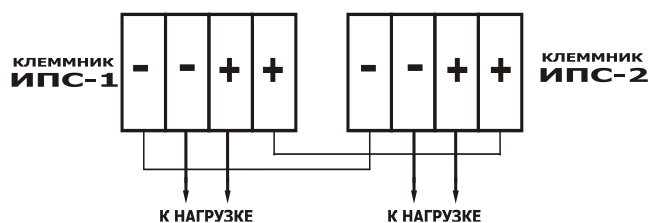

Рис.3
5.10. ИПС допускают включение на параллельную работу (см. рис.3). При этом будет обеспечиваться селективная дистанционная сигнализация ИПС, т.к. реле сигнализации исправности включены до выходных ключей ИПС.